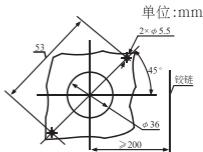
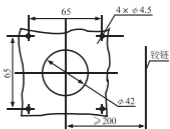

图3a 圆形手柄门板开孔尺寸
图3b 方形手柄门板开孔尺寸
(1) 安装前，开关柜门板上操作机构的手柄开孔应根据所选的断路器操作机构的形式确定其相对位置(开孔中心离铰链中轴线的距离不小于200mm)门板开孔尺寸，有圆形和方形两种，见图3a和图3b；
(2) 把固定好操作机构的断路器安装于安装板上；
(3) 把操纵杆方轴固定于操作机构的方孔内；
(4) 调整其相对位置，使方轴中心与手柄开孔中心一致并固定；
(5) 合上安装好转动手柄的开关柜门板，试着操作手柄，转动应灵活自如，并且手柄在水平位置时，断路器应分闸，手柄在垂直位置时，断路器应合闸。